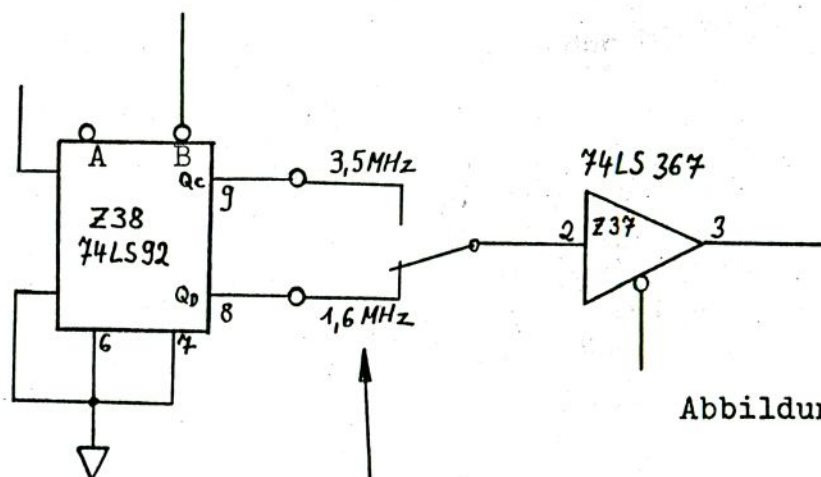
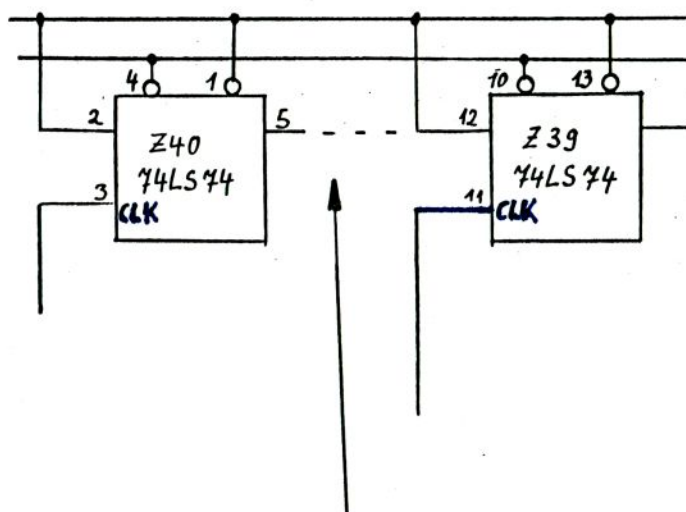

Abbildung 2
Abbildung 3
4. Bauen Sie den Schalter nach Abbildung 2 in die Tastaturplatine ein und führen Sie die Änderungen so durch, wie sie beschrieben sind. Achten Sie vor allem auf kurze Verbindungen und auf saubere Ausführung dieser Arbeiten. Diese Schaltung ermöglicht ein Umschalten der CPU-Taktfrequenz zwischen 1.7 MHz und 3.5 MHz. Weiter ist eine Verringerung der Zeitabstände der beiden Signale RAS und MUX notwendig. Dies wird in Abbildung 3 beschrieben.